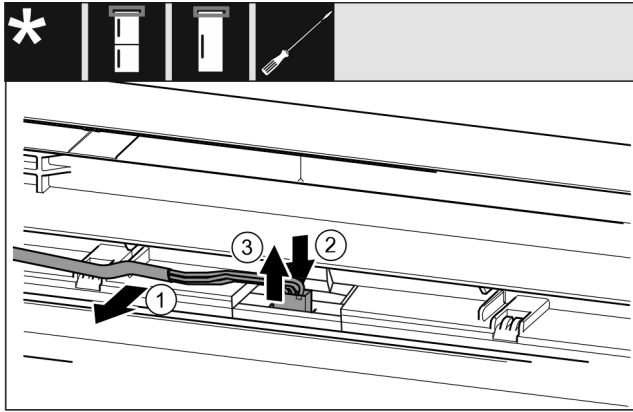

Fig. 20
- Grijze kabel voorzichtig uit de geleiding in de deur losmaken. Fig. 20 (1)
- Lip achter de stekker naar achteren drukken. Fig. 20 (2)
- Stekker er voorzichtig omhoog uittrekken. Fig. 20 (3)